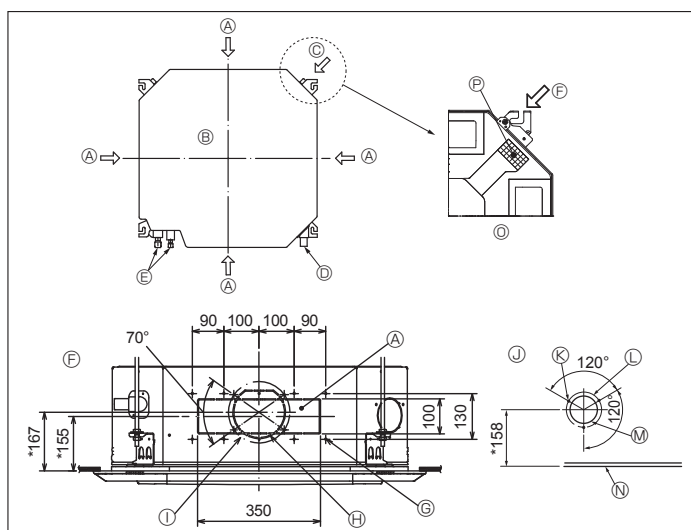

Fig. 3-4
3.4. Hål för grenkanal och för friskluftintag (Fig. 3-4)
Vid installationstillfället, använder du grenkanalerna (hål) som är placerade vid de positioner som visas i Fig. 3-4, när och om det krävs.